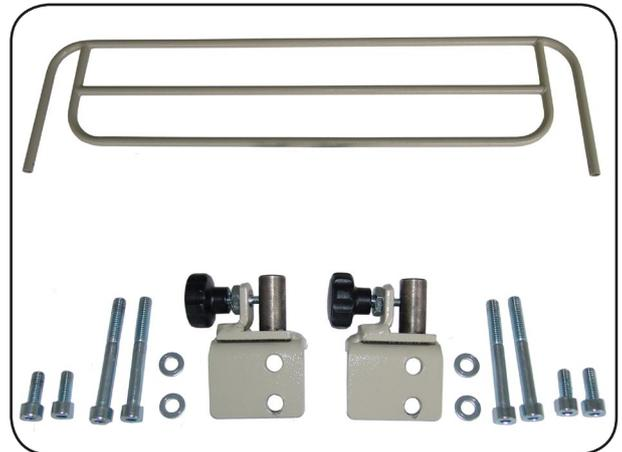

Abbildung 36
**Lieferumfang (Abbildung 36):**